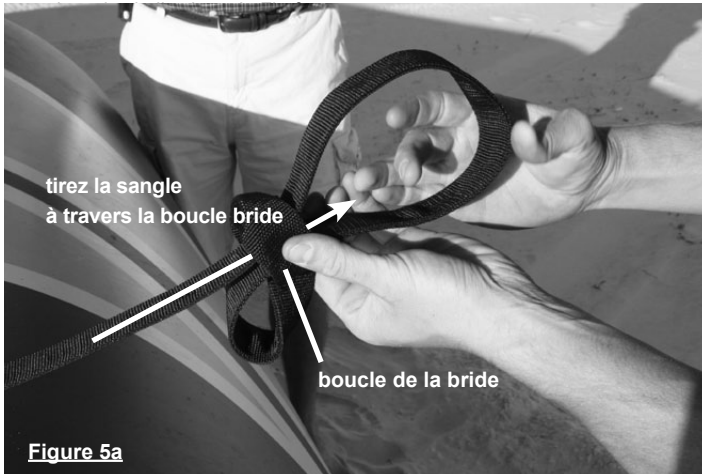

Figure 5a
- 6) **IMPORTANT:** Soyez sûr à incorporer le frein d'ancre à l'armature comme l'armature est assemblée. Tirez le toile de frein d'ancre par la boucle de frein pour faire 'un loop de sangle' suivant les indications de fig. 5a - 5b. Comme l'armature est assemblée, glissez le frein d'ancre sur l'armature à chaque autre coin